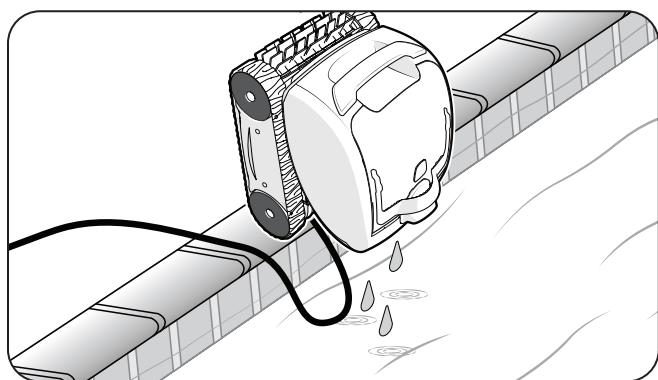

Figura 16. Sostener verticalmente para drenar el agua
2. Mantenga el limpiador en posición vertical para que drene (Figura 16).